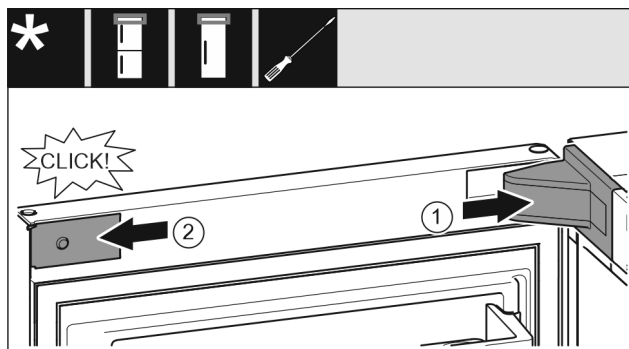

Fig. 21
- ▶ Nasad'te a zaklapněte kryt stojanu ložiska Fig. 21 (1), příp. opatrně přitlačte od sebe.
- ▶ Z boku nasad'te záslepku Fig. 21 (2) a zaklapněte.